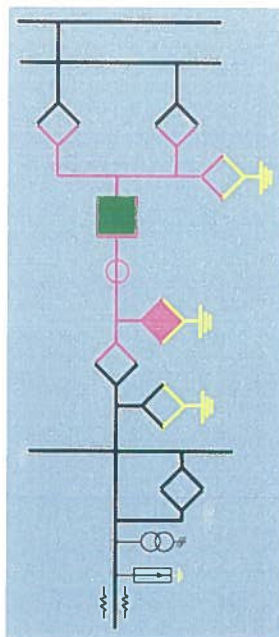
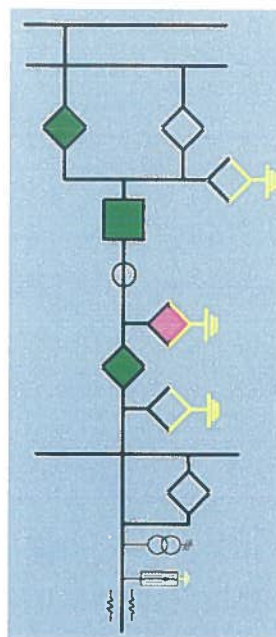

Fig. 7.90
Fig. 7.91
- c. Un alt caz este acela în care nu se cunoaște poziția CLP-ului sau acesta este într-o poziție „**necunoscută/nedefinită**”. În această situație va fi colorat cu magenta atât CLP-ul cât și zona până în polul deschis al următorului echipament de comutație (fig. 7.90). Dacă este tensiune până în polul CLP-ului, măsurată de reductorul de tensiune propriu sau măsura de bare, colorarea cu magenta se va face doar pentru CLP-ului respectiv (fig. 7.91).